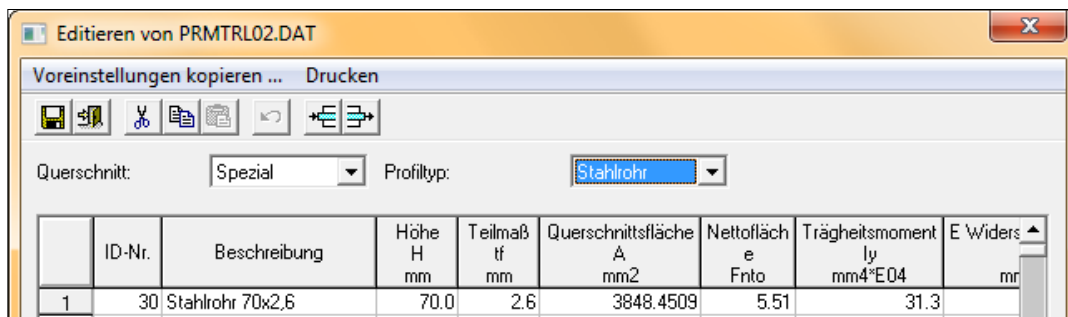
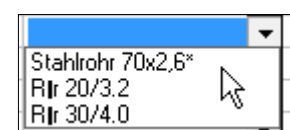

Abb. D 33
Abb. D 35
Dieser Eintrag kann nun editiert werden. Die Definition der Schaltflächen finden Sie auf Seite 7. Es sind auch Neueintragungen möglich. Die Tabellenspalten sind entsprechend den Überschriften auszufüllen. Übernehmen Sie die Eintragungen der Abb. D 33. Speichern und schließen Sie die benutzerdefinierte Liste.
### Beispiel: Einfügen eines Stahlprofils (Stahlrohr, nach Abb. D 33)
3. Klicken Sie in der Auswahlliste der Spalte *Beschreibung* in der nächsten freien Zeile der Tabelle auf das neu eingetragene Stahlrohr (Abb. D 33). In dieser Auswahlliste sind auch alle in der Systemliste eingetragenen Profile, hier Stahlrohre, verfügbar (Abb. D 35).